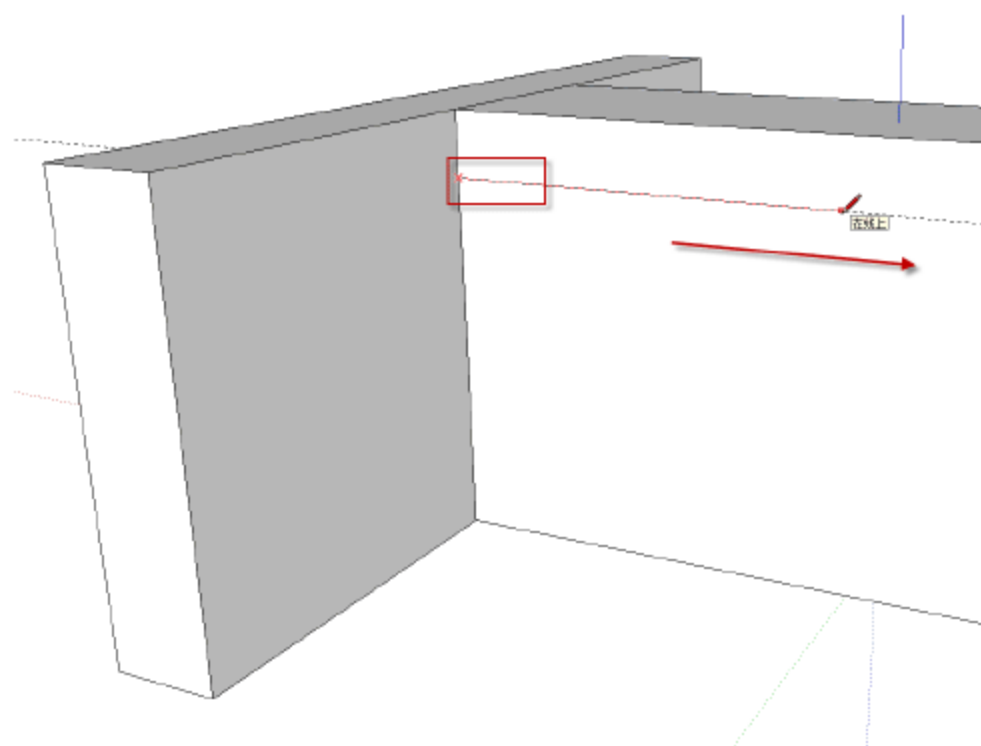

图 8.1.5 绘制直线
(5) 选择“直线”命令，沿着前面完成的辅助线，从左向右绘制出一条直线来，如图 8.1.5 所示。